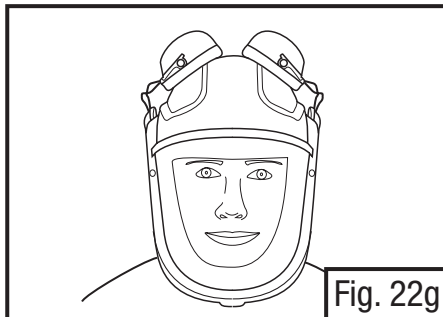

Fig. 22g
- **Parking (Estacionado):** Os protetores auriculares podem ser tirados do caminho, girando-os para o topo do equipamento para a cabeça (Fig. 22g). Isto se o casco do equipamento para a cabeça estiver limpo e livre de contaminantes. Deve ser tomado cuidado para assegurar que os protetores de espuma das conchas permaneçam limpos.